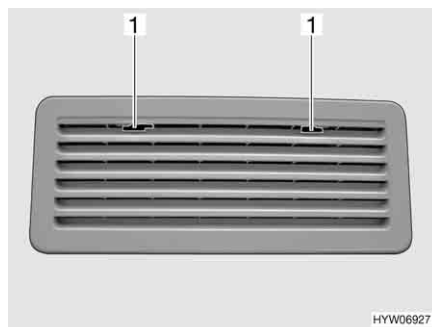

Fig. 54 Griglia di aerazione del frigorifero (Thetford)
- Spingere verso il centro l'arresto (Fig. 54,1).